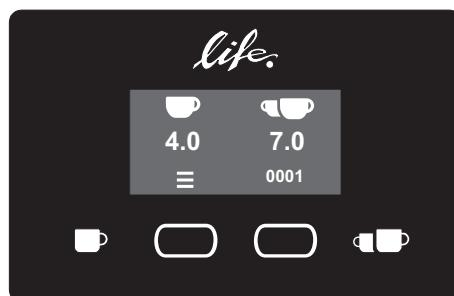

Fig. 6
- 2** Portare l'interruttore ON-OFF sulla posizione "I" (10 Fig. 2). Si accende il display della tastiera (5 Fig. 1) (vedere Fig. 6).